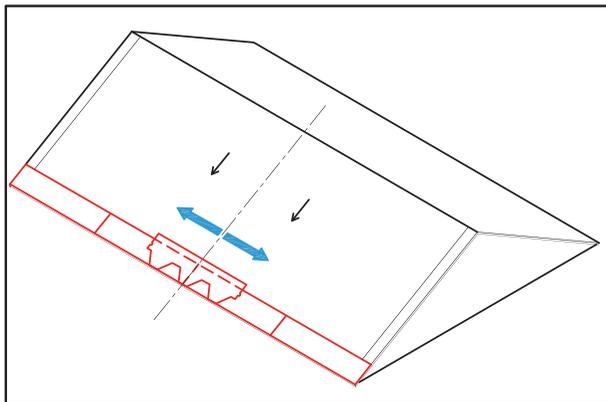

Рис. 6
1.6.1. Во избежание возможных различий цветовых оттенков используют черепицу попеременно из 4-6 упаковок. Укладку рядовой черепицы начинают от центра карнизного свеса в направлении торцов (Рис. 6).